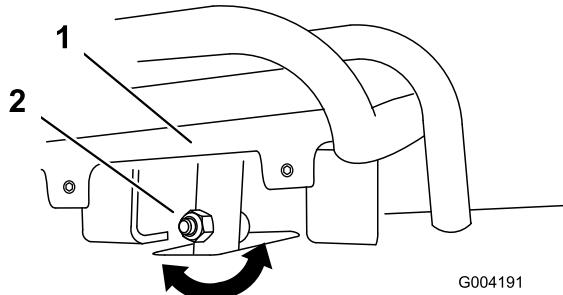
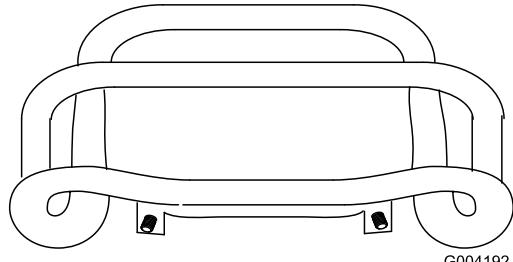

Figura 54
Figura 55
4. Se a parte da frente do controlo não ficar alinhada com a barra de referência, desaperte a porca flangeada e o parafuso na haste do controlo de tração (Figura 54).
5. Ajuste o controlo de tração de modo a que fique alinhado com a barra de referência quando é puxado a direito para trás (Figura 54 e Figura 55).
- Desaperte a porca flangeada e o parafuso na haste do controlo de tração (Figura 54).
- I. Ajuste o controlo de tração de modo a que fique alinhado com a barra de referência quando é puxado a direito para trás (Figura 54 e Figura 55).